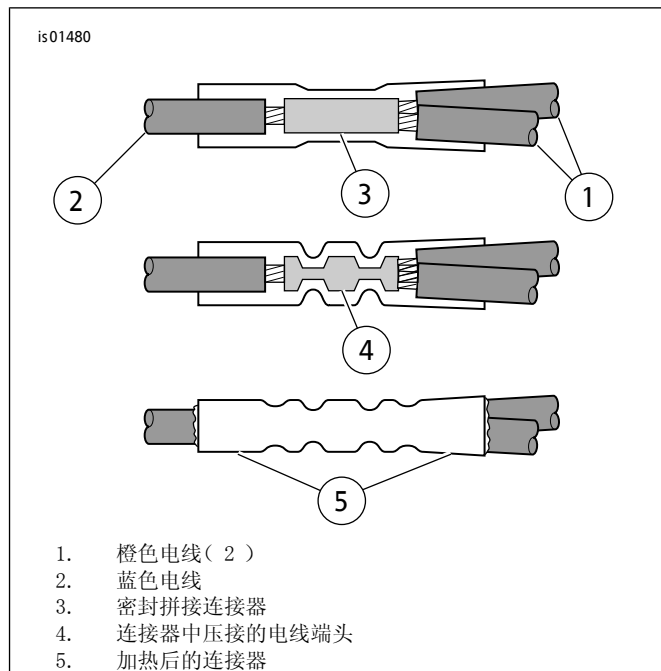

图2。安装密封拼接连接器
- e. 参见图2。将刹车灯继电器蓝色电线(2)和两条橙色电线的端头(1)插入套件中的密封拼接连接器(3)。
- g. 参见图2。使用UltraTorch UT-100(H-D 39969)、Robinair Heat Gun(Robinair热风枪)(H-D 25070)与热缩附件(H-D41183)或其他适合的辐射加热装置，加热压接拼接点以封装拼接连接器。加热时从压接处中间向两端加热，直至可融化密封剂从连接器两端(5)渗出。等待连接器冷却。